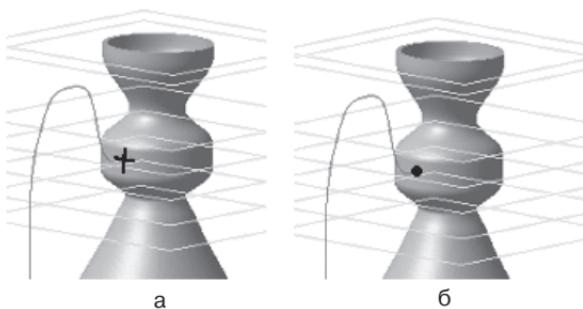

Рис. 271
- переключите – **Фильтры** (облегчает выбор объектов нужного типа) Инструментальная панель **Компактная** и выберите – **Фильтровать вершины**. Подведите курсор мыши к верхней точке ручки так, чтобы сработала ловушка (рис. 271, а). Щелкните один раз (появится точка). Если у вас не получилось с первого раза, воспользуйтесь командой – **Отменить** и выполните проецирование еще раз (рис. 271, б);